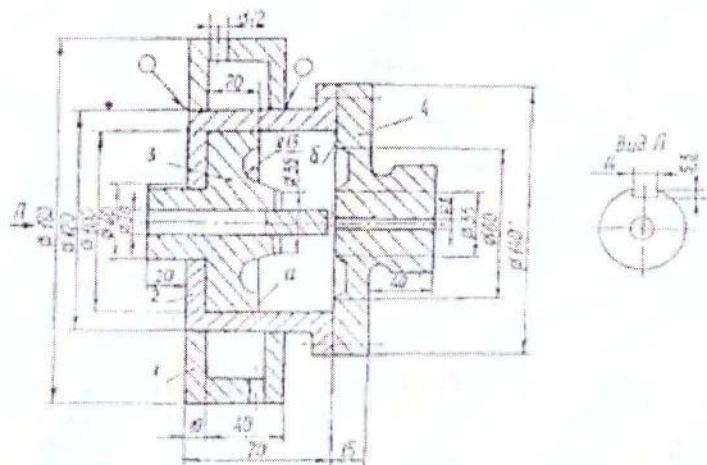

Рис. 6. Учебный узел 6
5. Сварить детали 1 и 2 (материал - сталь 50, производство – единичное, левый шов), рис. 6.
5. Сварить изделия 1 и 2 (материал - сталь 50, производство – единичное, правый шов), рис. 6. Перечислите и нарисуйте типы соединений для ручной дуговой сварки.